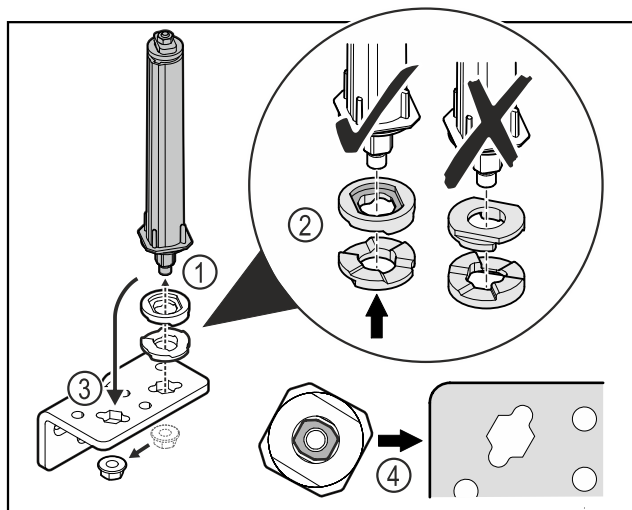

Fig. 34
- ▶ Odvijte matice in odstranite sistem za zaklepanje vrat Fig. 34 (1).
- ▶ Pazite na pravilno razporeditev podložk za nastavljanje višine Fig. 34 (2).
- ▶ Sistem za zaklepanje vrat prestavite v kotniku tečaja in ga fiksirajte z matico Fig. 34 (3).
- ▶ Pri vstavljanju pazite na pravilno naravnost sistema za zaklepanje vrat Fig. 34 (4).